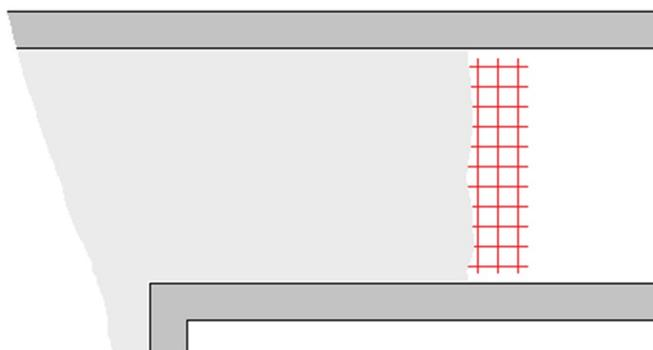

Fig. 2: inserimento della rete di rinforzo in caso di ripresa di getto
- In caso di interruzione della posa del massetto è necessario inserire uno spezzone di rete elettrosaldata da massetti (filo 3 mm, maglia 10x10 cm) per evitare la formazione di un giunto lungo la linea della successiva ripresa (Fig. 2):